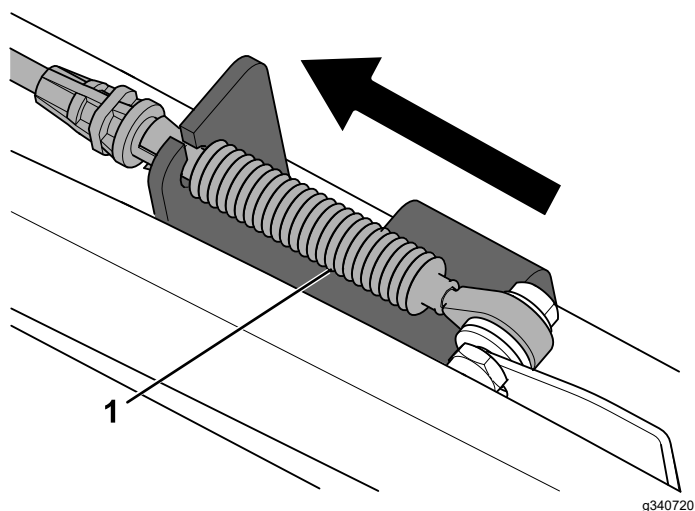

Figura 14
- 10. Deslice el soporte hacia adelante hasta que el cable esté tensado (Figura 14).